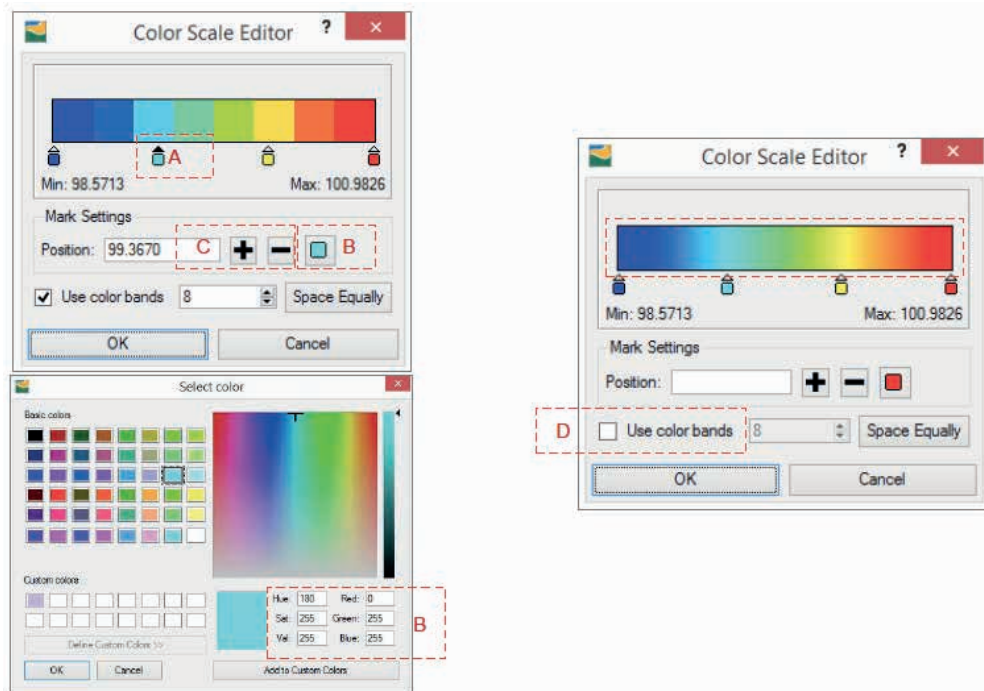

Figura 2.152 Editor de Escala de Cores.
O **Editor de Escala de Cores** faz parte do painel de edição dos mapas e permite editar a coloração da escala (Figura 2.152). Pode-se alterar o valor atribuído a uma determinada cor por meio de barra de cores, (A) movendo o cursor ou (B) informando (após clicar sobre determinado divisor de cores) o valor na caixa de texto **Posição**. Pode-se ainda adicionar ou remover uma nova cor, a partir dos botões (C) de sinal de mais (+) e de menos (-). A opção **Use color bands** (Usar bandas de cores), quando selecionada, (D) divide a escala em bandas de coloração bem definidas. Quando não selecionada, a escala apresenta um efeito degradê entre as cores.